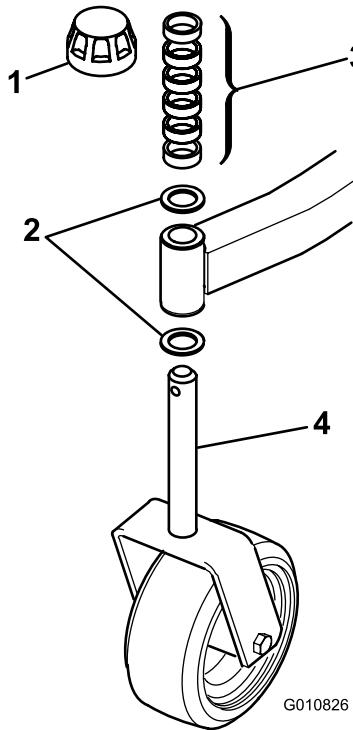
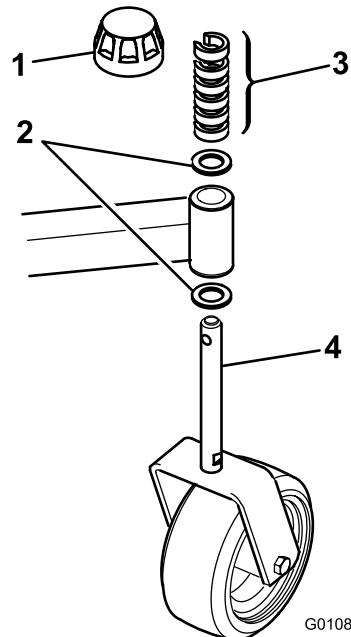

Bild 3
Bild 4
- Nehmen Sie die Spannkappen von den Spindelwellen ab, und schieben Sie die Distanzstücke und Druckscheiben von der Wellen (Bild 3 und Bild 4).